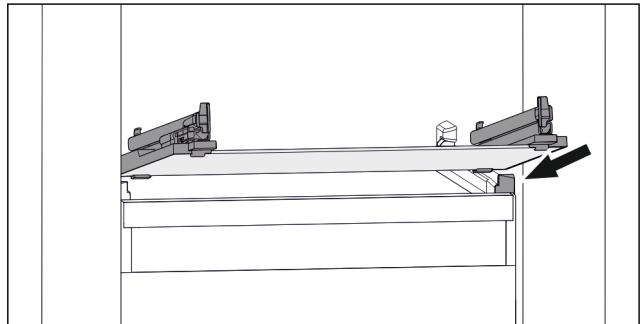

Fig. 111 Cam plakanın örnek gösterimi
- Cam plakayı durdurucuların çapraz arkasına yerleştirin. (bkz. Fig. 111)